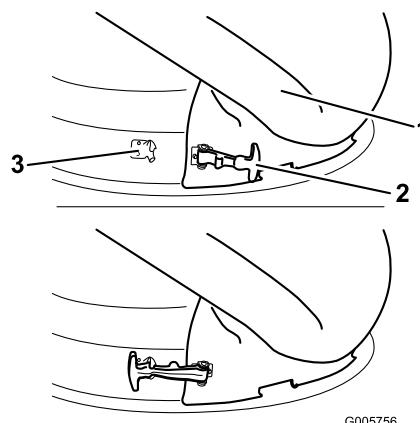

Figura 16
7. Sujete el conducto a la plataforma de 50 pulgadas. Enganche el cierre flexible del conducto en el soporte de retención soldado a la plataforma del cortacésped, detrás del orificio (Figura 16).